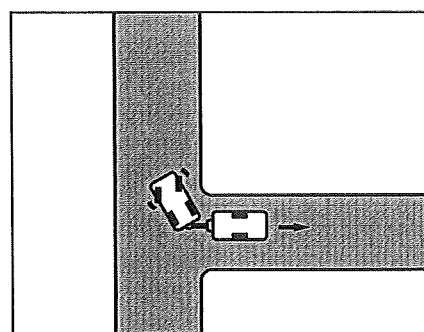

Bild 11 Styr åt höger
- Vrid ratten åt höger och backa försiktigt (Bild 11).